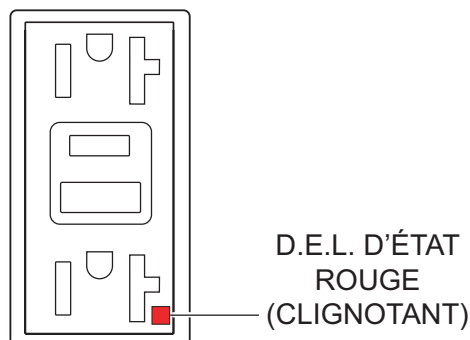

Figure 79. Réceptacle GFCI (D.E.L. rouge clignotante)
- Si la D.E.L. d'état (Figure 79) **clignote (ROUGE)**, n'utilisez **PAS** le réceptacle GFCI. Remplacez-le immédiatement.